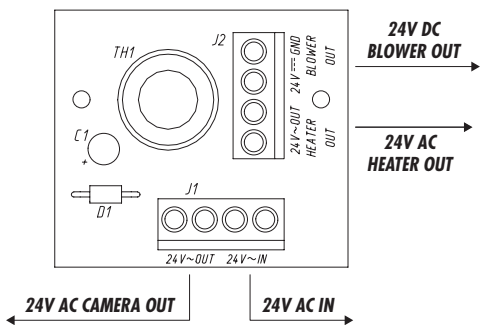

Fig. 1
- Il circuito risulterà connesso tramite i morsetti indicati nello schema (Fig. 1) nel caso di tensione di alimentazione del riscaldamento di 24V AC (Fig. 3). È possibile prelevare l'alimentazione per la telecamera dal morsetto predisposto.
- Le circuit est connecté entre les bornes indiquées sur le schéma (Fig. 1) en cas de tension d'alimentation du chauffage de 24V AC (Fig. 3). Il est possible de prélever l'alimentation nécessaire à la caméra sur la borne prévue.
- When the heater power supply voltage is 24V AC (Fig. 3) the circuit will be connected via the terminals shown in the diagram (Fig. 1). It is possible to take off the power supply for the camera from the terminal provided.
- Der Stromkreis wird angeschlossen mit den Klemmen, die im Schema (Fig. 1) für den Fall einer Spannungsversorgung der Heizung mit 24V AC (Fig. 3) angegeben sind. Die Versorgungsspannung für die Kamera kann von der entsprechenden Klemme abgegriffen werden.